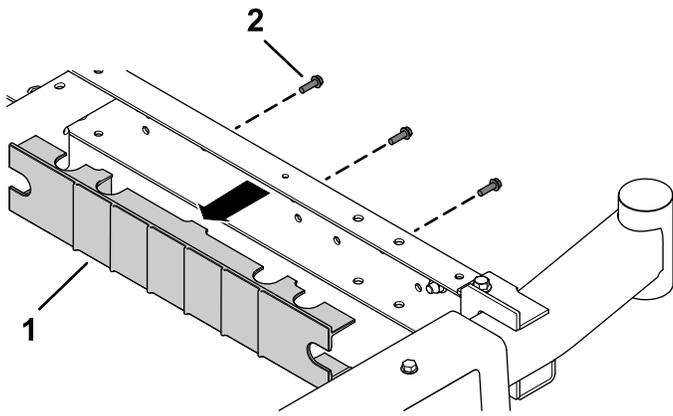

Figure 4
B. Déposez les 2 protections de longeron et les 6 vis à tête hexagonale et embase ($\frac{1}{4}$ x $13/16$ po) de la plate-forme (Figure 4).
6 vis à tête hexagonale et à embase ($\frac{1}{4} \times 13/16$ po), comme montré à la Figure 4.